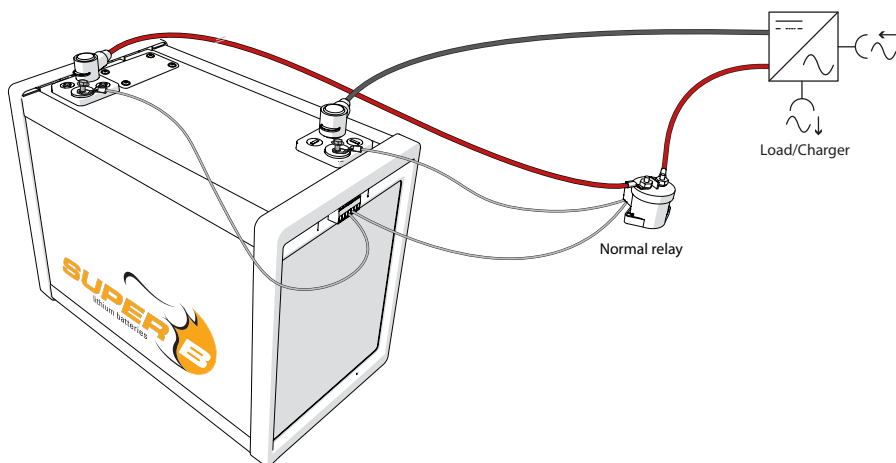

Figura 6. Conecte un relé normal como un dispositivo de desconexión externo.
1. Cuando utilice un relé normal, conéctelo a Con 2 (Conexión E/S 7), clavija 4 (Rc) y clavija 5 (Rnc) como se muestra en la figura 6.